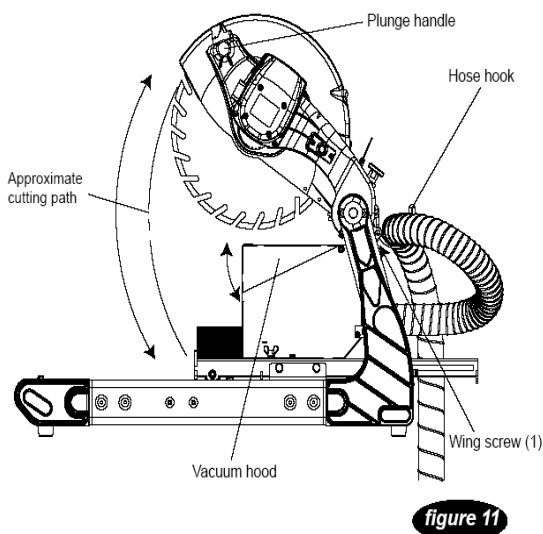

figure 11
- Per impostare l'angolo, tenere ferma la maniglia per taglio a tuffo ed estrarre la spina di bloccaggio dalla rispettiva testa. Se la spina è fissa in sede, spingere leggermente verso il basso la maniglia per taglio a tuffo finché non è possibile allentare la spina. (Vedere figure 11 e 13)